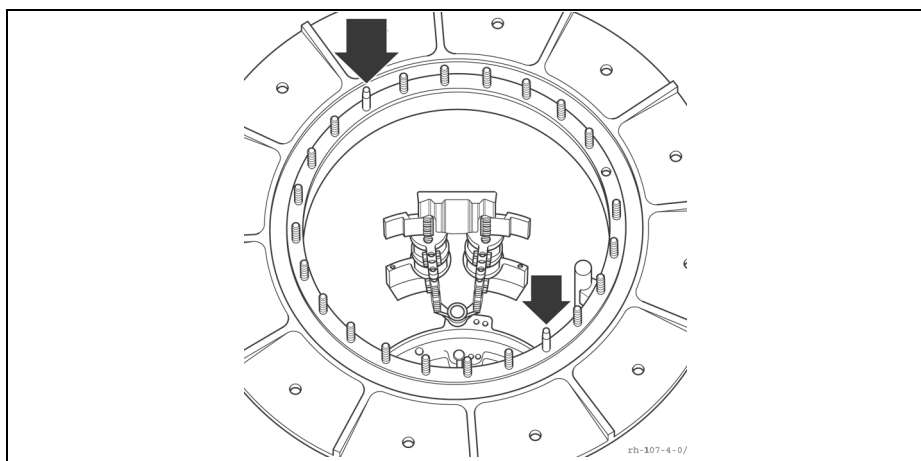
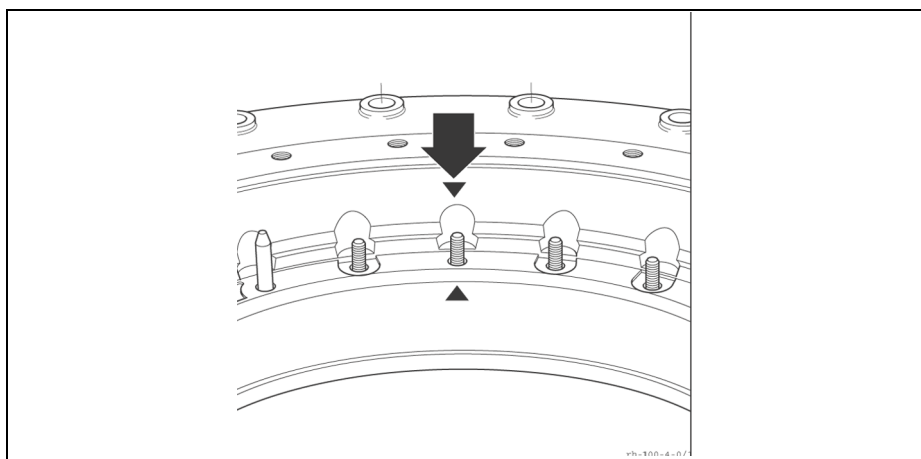

图 22 导杆
图 23 标记
4. 将分接开关头放置在用于固定开关的法兰上。这里同时注意两个导杆（图 22）和支撑法兰及分接开关头上的标记（图 23），它们可以确保在正确位置进行组装。根据不同的高度规定，在分接开关头和支撑法兰之间留出 5~20 mm 的距离。